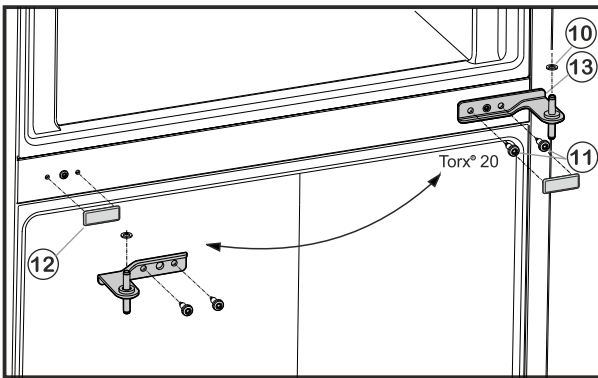

Fig. 6
- ▶ Odvijte pričvrstne vijke Fig. 6 (11) (2 puta Torx® 20) i izvucite podložak ležaja u sredini iz donjih vrata.
- ▶ Skinite plastičnu pločicu Fig. 6 (10).
- ▶ Oprezno skinite poklopac Fig. 6 (12).
- ▶ Ponovo stavite poklopac Fig. 6 (12) na suprotnoj strani.
- ▶ Podložak ležaja u sredini Fig. 6 (13) umetnite u donja vrata okrenut za 180° pa ga pričvrstnim vijcima Fig. 6 (11) (2 puta Torx® 20) **pritegnite čvrsto (s 4 Nm)** na novu stranu šarki.
- ▶ Ponovo postavite plastičnu pločicu Fig. 6 (10).
- ▶ Stavite gornja vrata na podložak ležaja u sredini Fig. 6 (13).